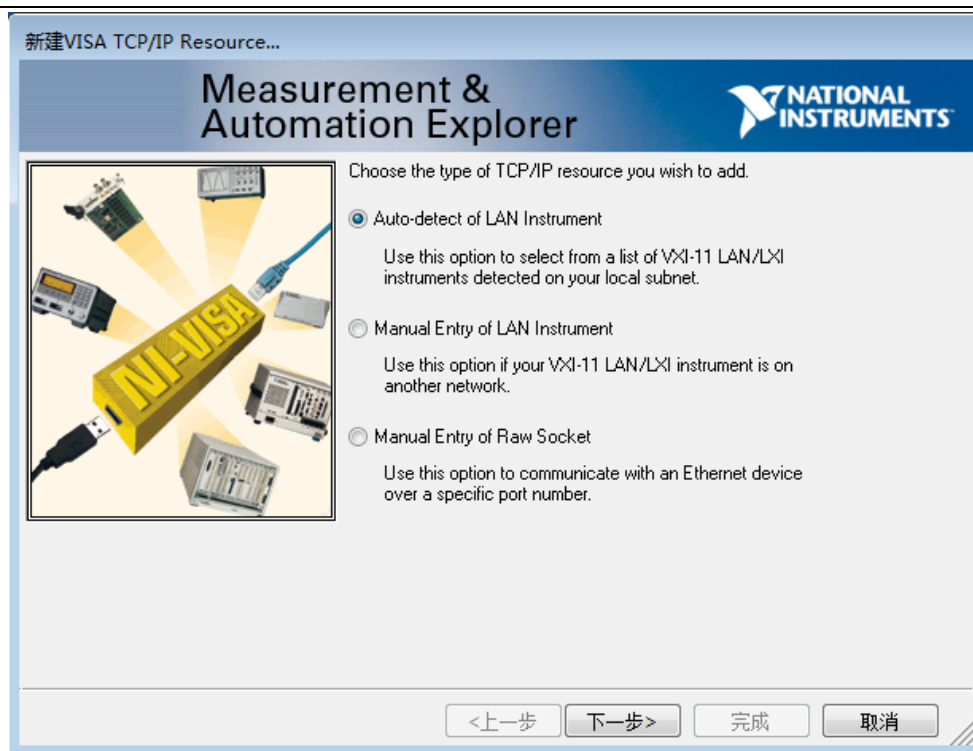
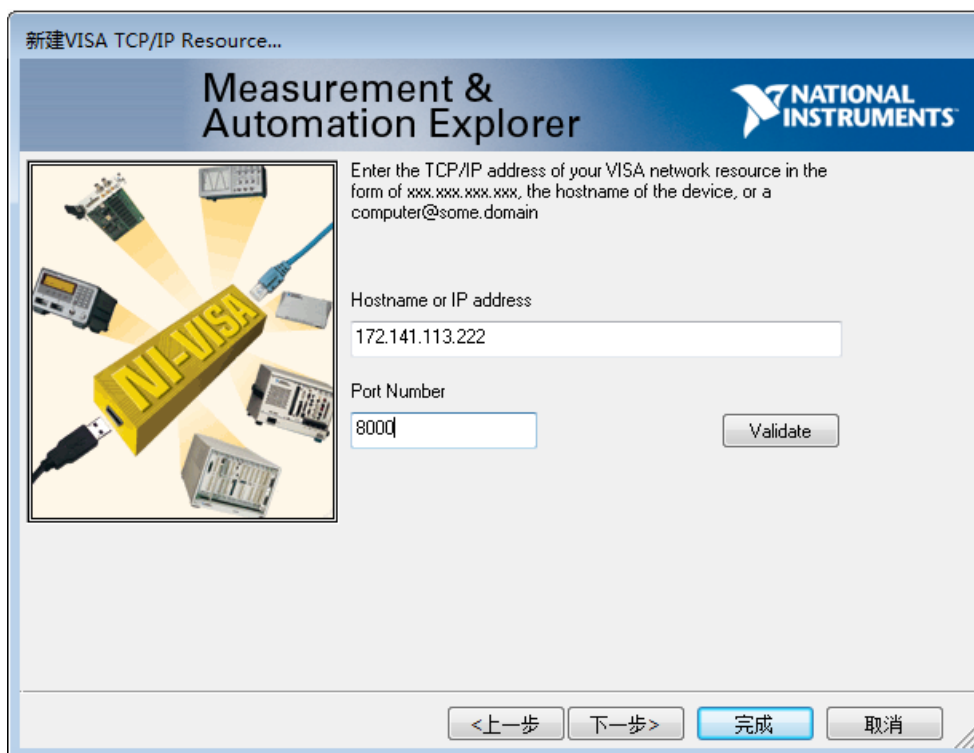

图 5-2 新建 VISA TCP/IP Resource 界面 1
图 5-3 新建 VISA TCP/IP Resource 界面 2
（2）找到“我的系统”>>“设备和端口”>>“网络设备”，右击“网络设备”，点击弹出的“Create New VISA TCP/IP Resource”菜单，进入“新建 VISA TCP/IP Resource”界面 1，如图 5-2 所示：
(3) 选中图 5-2 中的“Manual Entry of Raw Socket”，点击“下一步”，显示如图 5-3 所示：
(4) 在图 5-3 中所示的“Hostname or IP address”下方的编辑框中输入变频装置的 IP 地址，变频装置的 IP 地址可以通过变频装置菜单列表中的 Communications>>Lan Config 进行设置或者查看，具体操作方法请参见本说明书上一节。在“Port Number”下方的编辑框中输入变频装置的端口号 8000（注：8000 为变频装置的固定端口号，请勿修改）。点击“完成”，此时在“网络设备”中就出现了